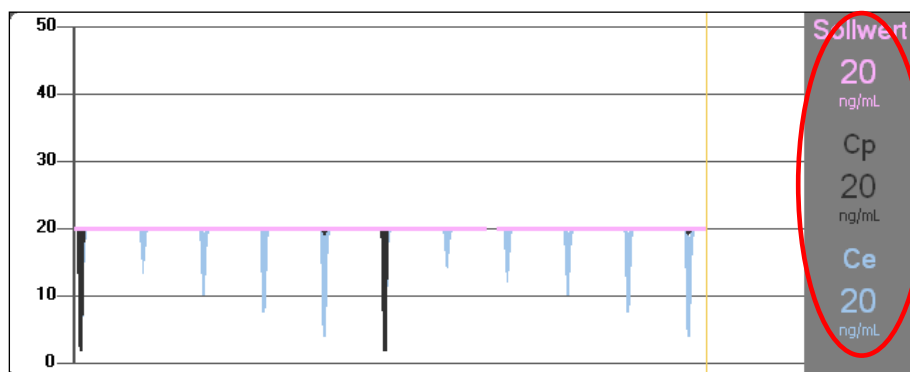

Abb. 21
- Wenn die Pumpe auf pharmakokinetischen Modus eingestellt ist, werden in der Grafik drei Zeilen angezeigt, denen folgendes entspricht: 1) Zielwert; 2) Plasma-Konzentration; 3) Konzentration "Wirkungsort". Auf der rechten Seite werden jeweils die zugehörigen Werte angezeigt (Abb. 21);